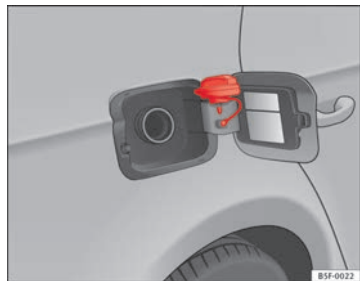

Fig. 151 Tapa del depósito con el tapón encajado
- Coloque el tapón en el alojamiento que hay en la bisagra de la tapa abierta del depósito ⇒ fig. 151.